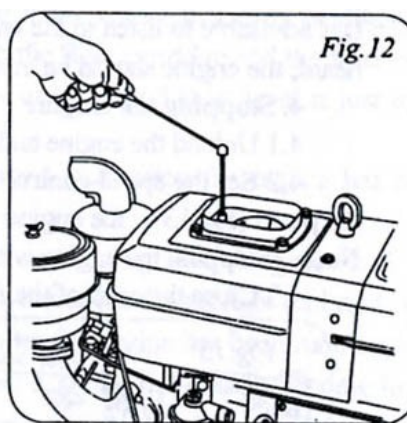

Рис.12
4.3.1 При заполнении бочка, используйте мягкую воду (питьевая вода, дождевая вода, любую воду, очищенную от пыли и грязи). Добавьте воду, когда красный поплавок падает к самому нижнему уровню (рис.12).